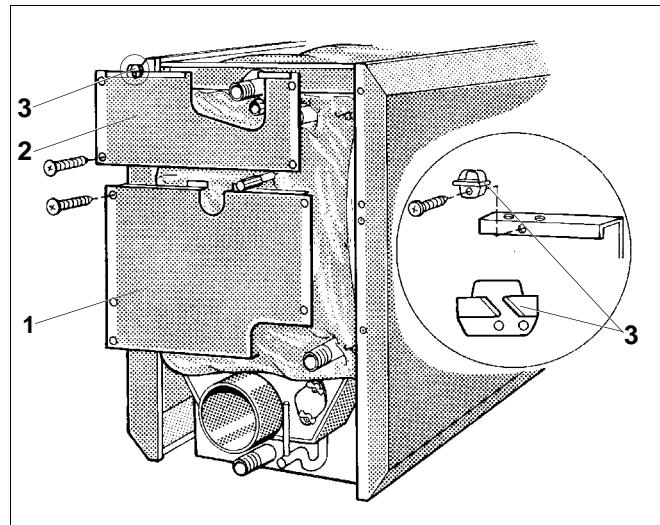

Рис. 11 Установка задних стенок
- Закрепите нижнюю часть задней стенки (рис. 11, **поз. 1**) 3 саморезами слева и 2 саморезами справа к отбортовке боковой стенки (рис. 11).
- Вставьте верхнюю часть задней стенки (рис. 11, **поз. 2**) Z-образной отбортовкой за нижнюю часть задней стенки (рис. 11, **поз. 1**), приложите ее к отбортовке боковой стенки и закрепите 2 саморезами справа и слева (рис. 11).
- Установите одно или два крепления кабеля (рис. 11, **поз. 3**) или кабельный канал на верхней части задней стенки (рис. 11, **поз. 2**).
Экспликация к рис. 11